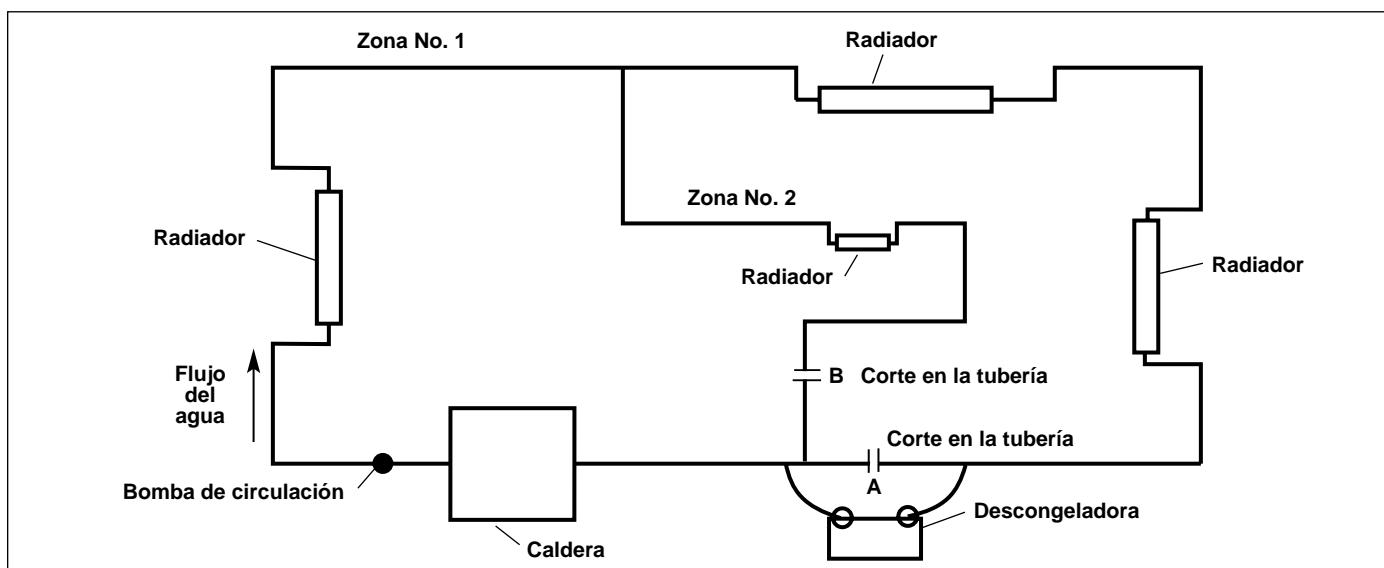

Figura 7 – Red multizonal
**¡NOTA!** La corriente eléctrica de salida, tanto de la KT-190 como de la KT-200, puede seguir dos trayectorias: una corta distancia entre las pinzas, o la trayectoria más larga, a lo largo del circuito de la tubería. Por lo tanto, en algunas redes se requiere cortar la tubería para eliminar la trayectoria corta (*Figura 7*).
como se muestra en la *Figura 7*. Así se fuerza la corriente por la Zona No. 1. Use un recipiente para recoger el agua.